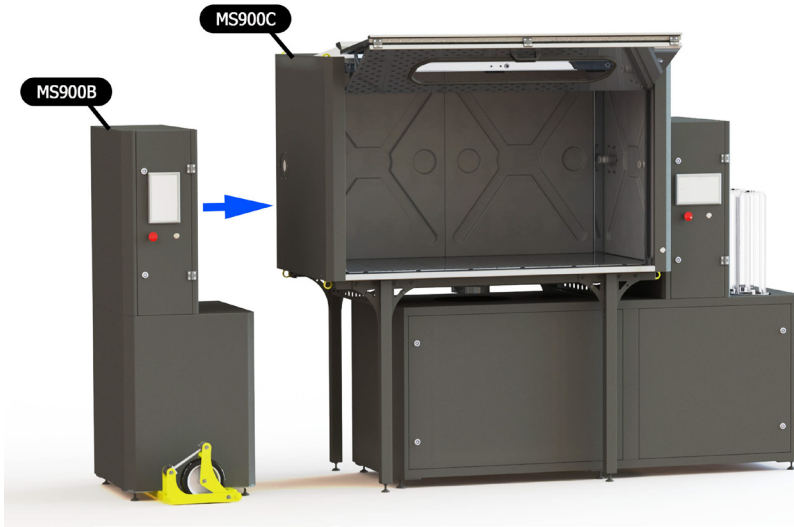

Рисунок 19
4. Встановіть такалажний візок під модуль MS900A. Підніміть модуль на 10-20 мм і присуньте до модуля MS900C, поєднавши отвір на модулі MS900C із CAMLOCK на модулі MS900A (рис. 19).